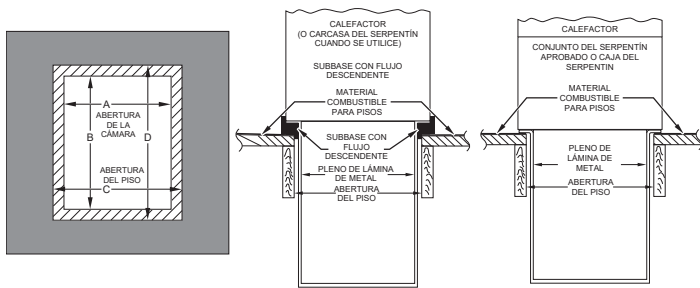

Fig. 25 – Instalación sobre piso combustible
2. Abra un agujero en el piso según la Tabla 5 y la Fig. 25.
3. Construya la cámara según las dimensiones especificadas en la Tabla 5 y la Fig. 25.
4. Si utiliza una subbase de flujo descendente, instale según se indica. Si se utiliza la bobina del evaporador o la carcasa de la bobina en caja del fabricante, instale como se muestra en la Fig. 25.